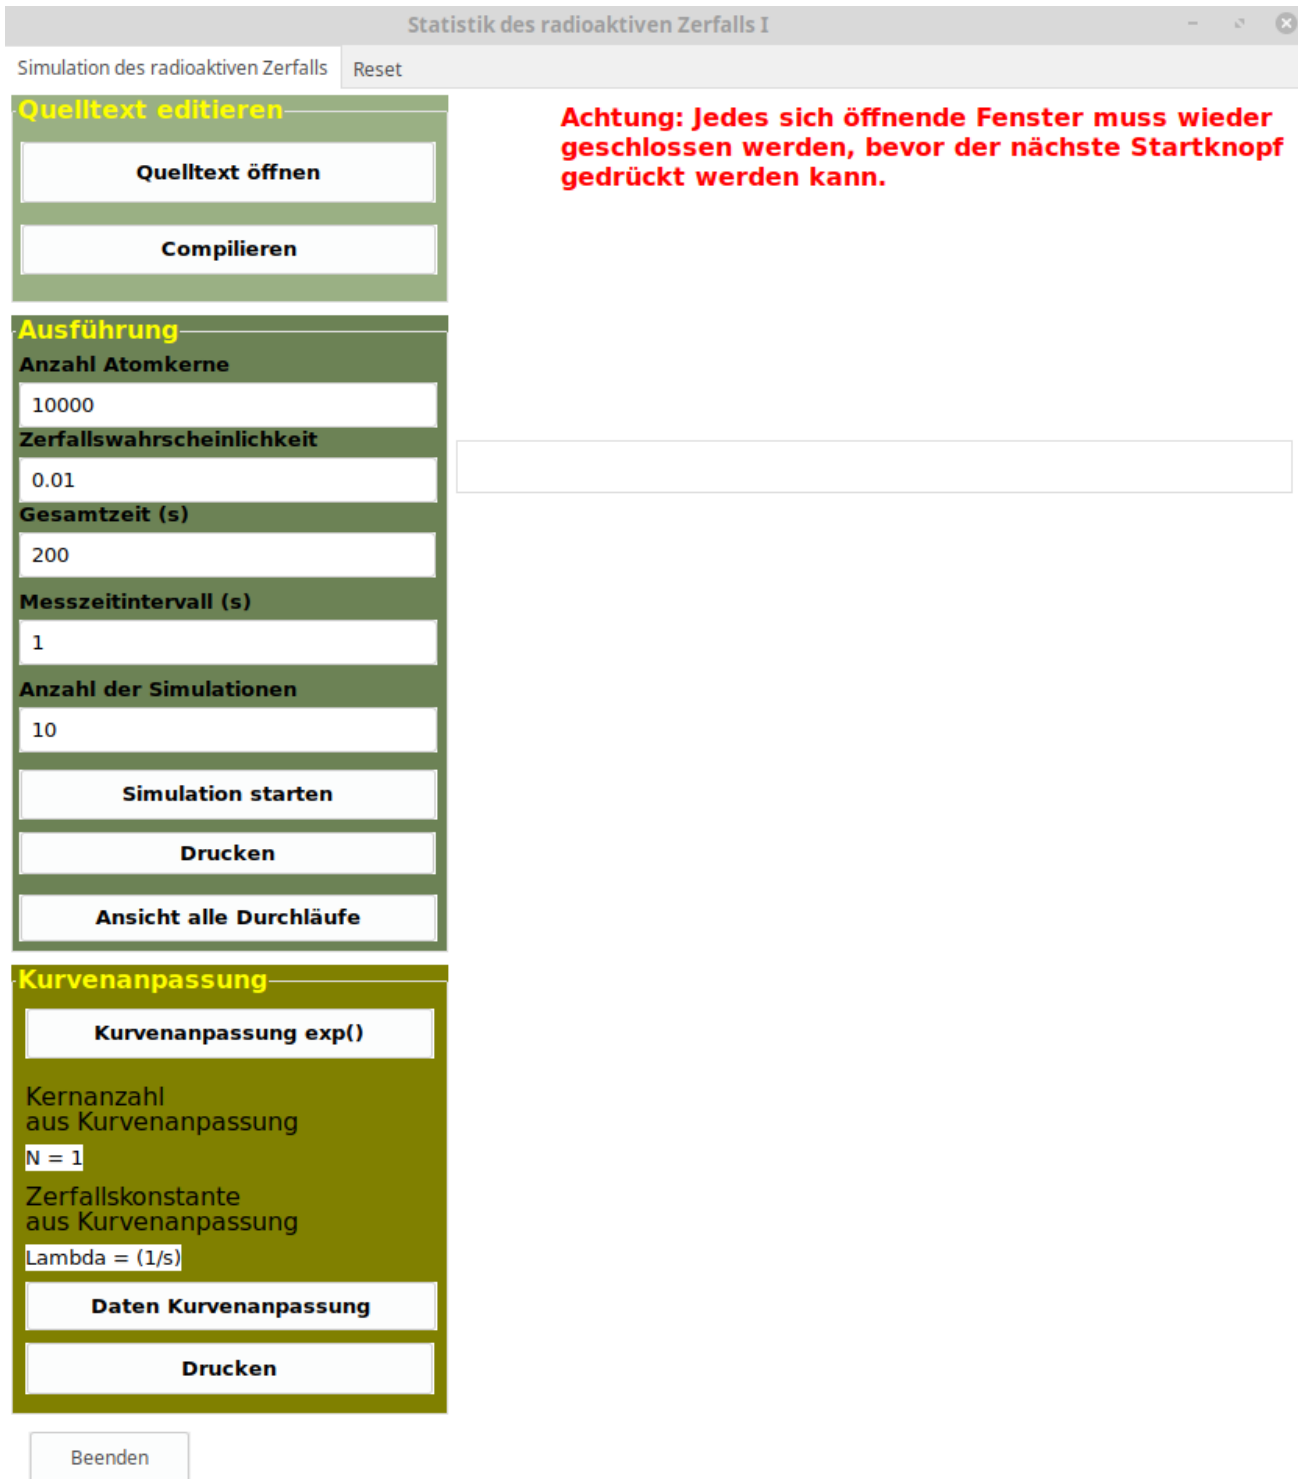

Abbildung 5: Ansicht der graphischen Oberfläche K7GUI_RadDec_Simu.
2. **Durch Doppelklick auf diese Datei starten Sie die graphische Oberfläche**, siehe Abbildung 5.